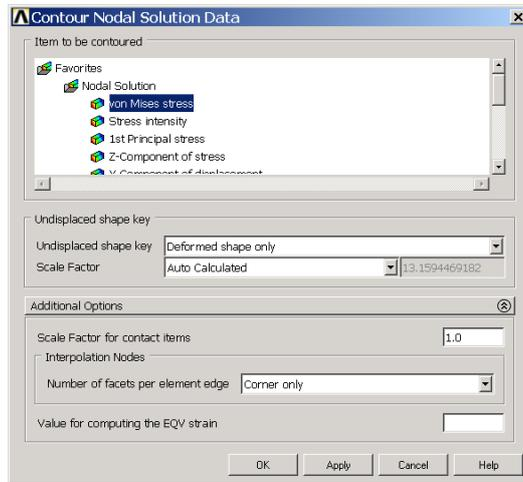

图6.15 选择节点结果
(1) 单击 Main Menu>General Postproc>Plot Results>Contour Plot>Nodal Solu 菜单，弹出【Contour Nodal Solution Data】对话框，如图 6.15 所示。